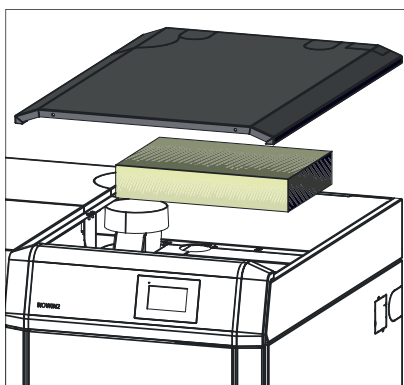

Fig. 46 Togliere il coperchio del rivestimento, rimuovere l'isolamento
- Togliere il coperchio del rivestimento e rimuovere l'isolamento sopra il coperchio delle superfici riscaldanti – Fig. 46.